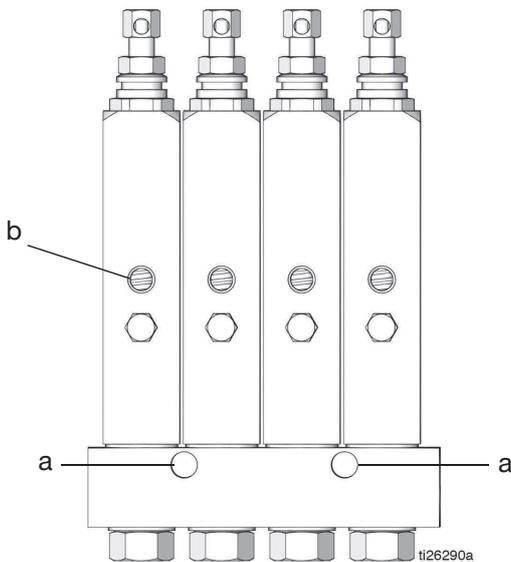

FIG. 1: Se muestra el modelo de inyector GL-1 X
Las letras de referencias utilizadas en las siguientes instrucciones se refieren a la FIG. 1.
3. Instale los inyectores en una superficie plana y dura usando los orificios (a) (FIG. 1) del colector.